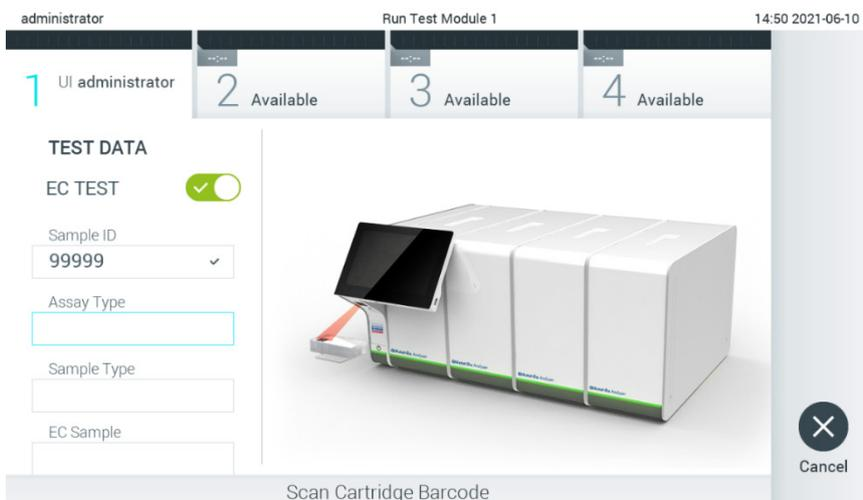

Figura 90. Escaneo del código de barras del cartucho de ensayo QIAstat-Dx.
4. Cuando se le indique, escanee el código de barras del cartucho de ensayo QIAstat-Dx que se debe utilizar. El QIAstat-Dx Analyzer 1.0 reconoce automáticamente el ensayo que se debe realizar en función del código de barras del cartucho de ensayo QIAstat-Dx (figura 90)